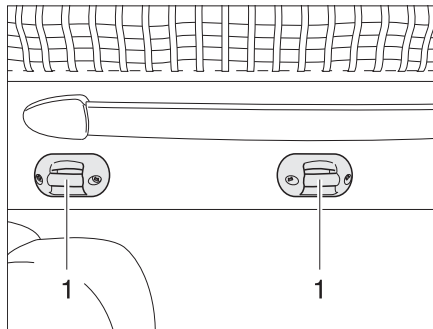

Bild 154 Fästen till stegen
- Fäst stegen med båda byglarna på klämmorna (Bild 154,1) på den höjbara sängen.